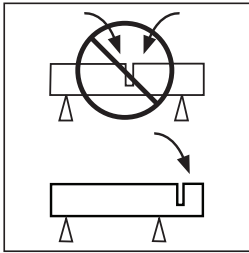

FIG. 16
- Si es posible, apoye la pieza de trabajo para que se pueda controlar el trabajo y el corte permanezca estable y abierto mientras se corta. **(Fig. 16)**